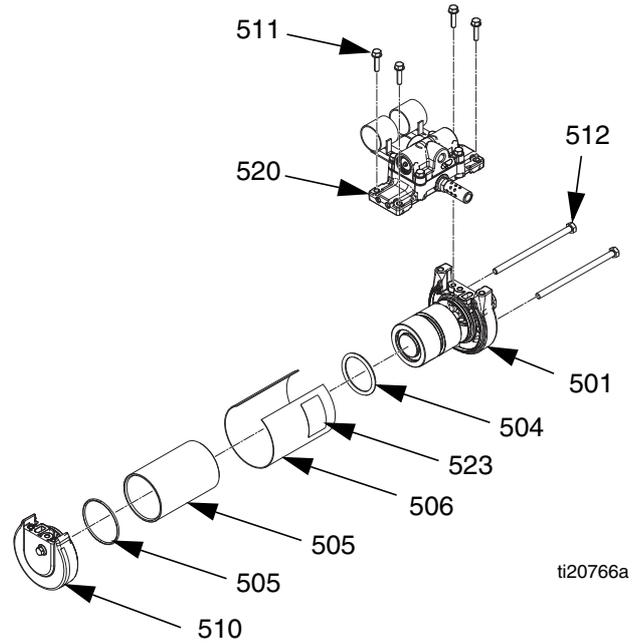

FIG. 52
#### Desmontaje (consulte la FIG. 52):
4. Use una llave de tubo de 10 mm para retirar los cuatro tornillos (511) y extraer el conjunto del colector de aire (520). Consulte FIG. 52.
5. Use una llave de tubo de 13 mm para extraer los dos pernos (512); luego retire la tapa superior del motor neumático (510).
6. Retire y deseche la junta tórica (504) del pistón (519).
#### Montaje (consulte la FIG. 52):